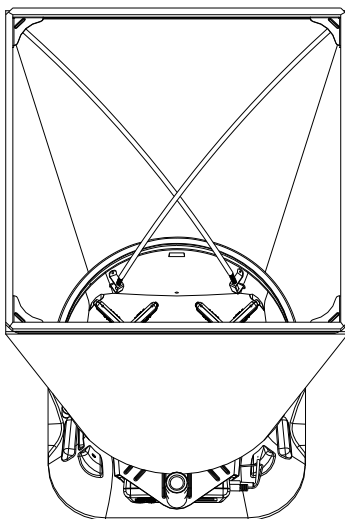

Figura 16: Instalación de un Poste de Soporte
3. Sujete el poste de soporte. Doblar el polo ligeramente para insertar el extremo superior del poste en la copita del poste de soporte que se encuentra en la esquina opuesta del marco de la tela. Los polos están conectados a las esquinas del marco de una forma entrecruzada como se ve en la Figura 16.